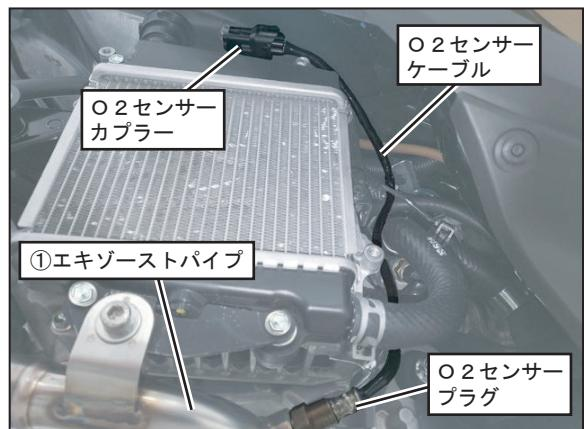

FIG. 18
12. O2センサーのケーブルをFIG. 18を参照して、ケーブルに負荷のかからない様に配線し、カプラーを車両のステーに戻した後、接続して下さい。
(FIG. 18 参照)